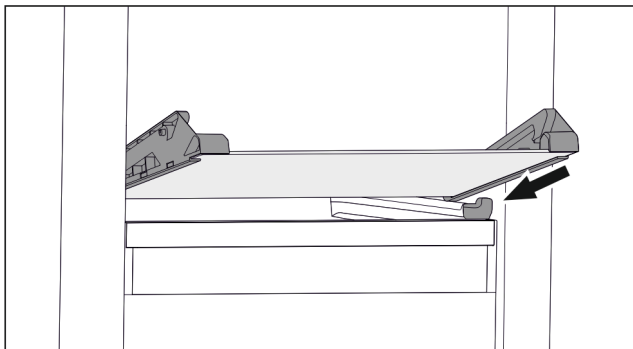

Fig. 71 Den nedklappelige skuffes glasplade
- ▶ Sæt glaspladen skråt bag stoppene. (se Fig. 71)